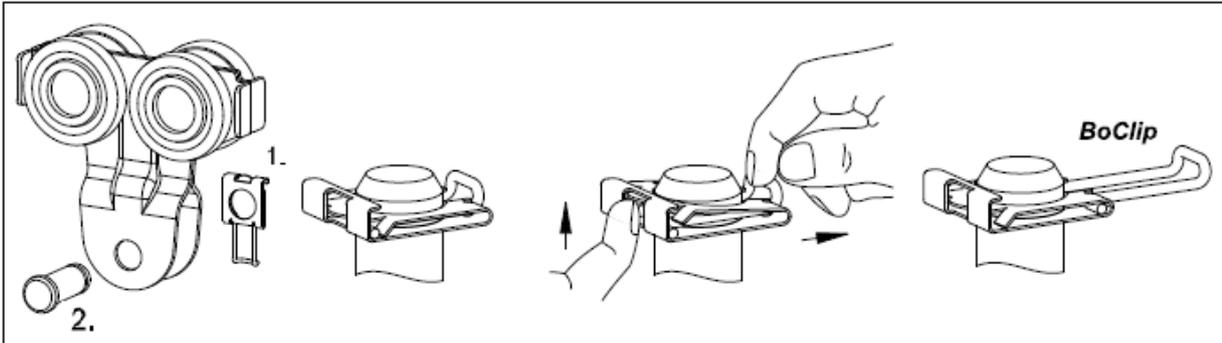

fig. 54.1
2. Retirer les arrêts 1 (en suivant les instructions dans fig.54.1) et retirer les broches de suspension 2
6. Retirer la goupille (en suivant les instructions de la fig.54.1) et retirer l'épingle de suspension **2**